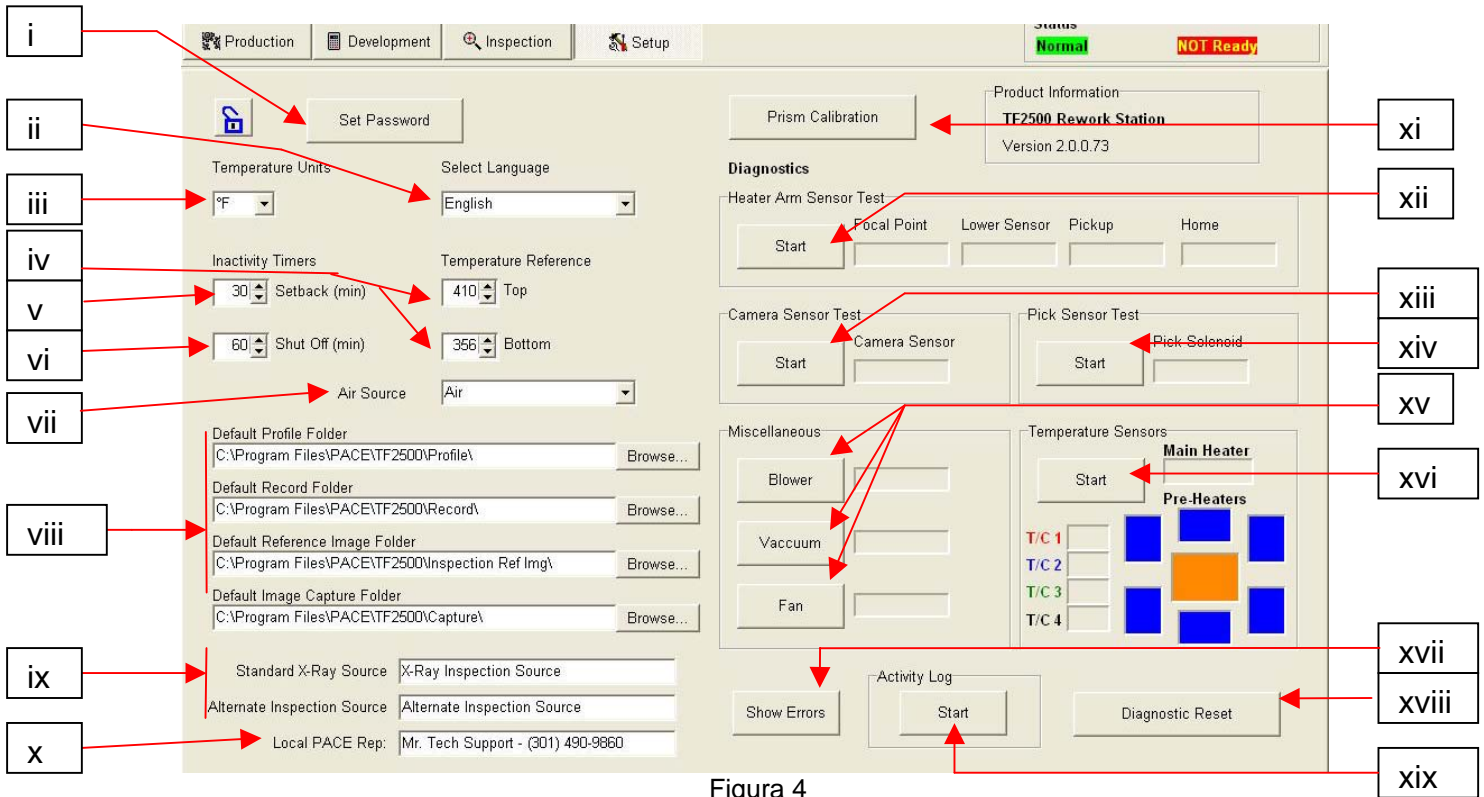

Figura 4
e. Funzioni della schermata di configurazione. (Figura 4)